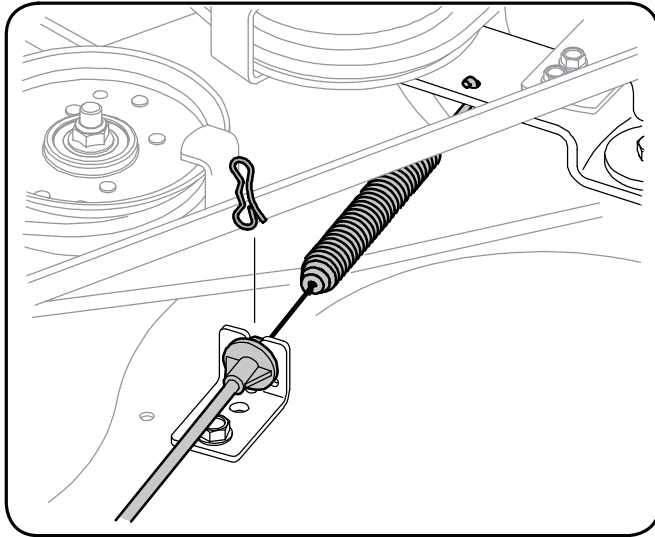

Figure 7-4 - Modèles avec prise de force manuelle seulement.
9. Sur les modèles à prise de force manuelle, dégagez prudemment le câble d'embrayage de l'arrière du plateau de coupe en enlevant la goupille fendue papillon qui le maintient en place. Enlevez le ressort du support de la poulie de tension du plateau de coupe. Voir la Figure 7-4.
10. Dégagez la goupille fendue de l'extrémité de la tige de stabilisation et dégagez celle-ci du support d'accrochage du plateau de coupe. Voir la Figure 7-4.
- c. Rebranchez le câble d'embrayage du plateau de coupe. Voir la Figure 7-4.